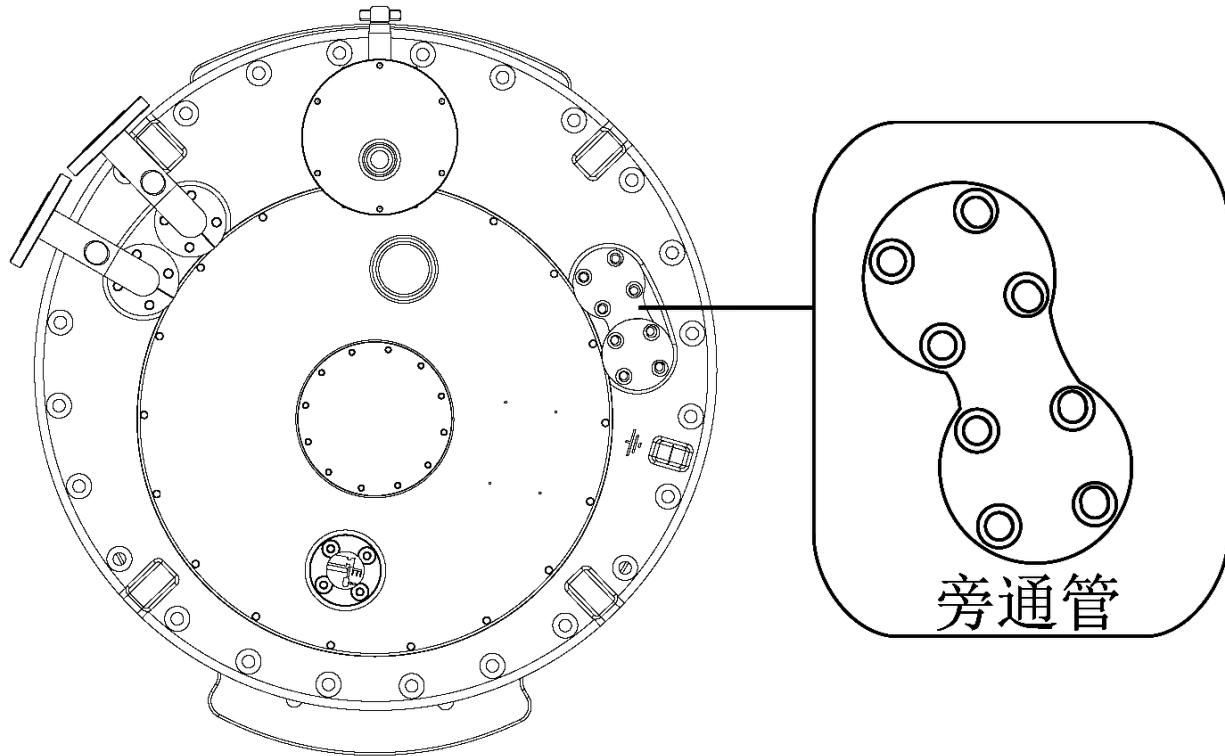

图 7-2 管接头在开关头上的位置
- 分接开关头上的管接头 E2 和 R (见图 7-2) 接上连通管, 内径至少 50mm 接入煤油蒸汽。